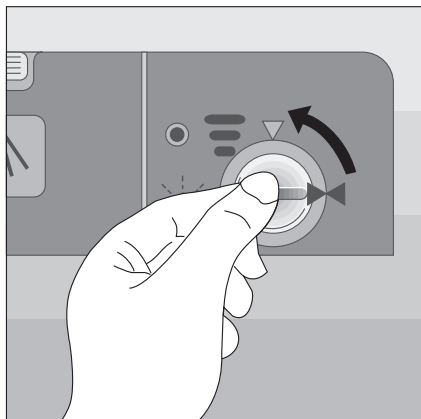

Figura 5
- ☐ Per la regolazione del dosaggio ruotare il coperchio del serbatoio di $\frac{1}{4}$ di giro in senso antiorario e estrarlo (Figura 5).